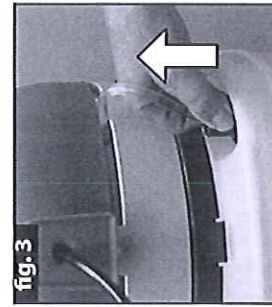

fig. 3
- Antes de separar a cabeça (A) do corpo (I), retire a tampa do reservatório (fig. 3).